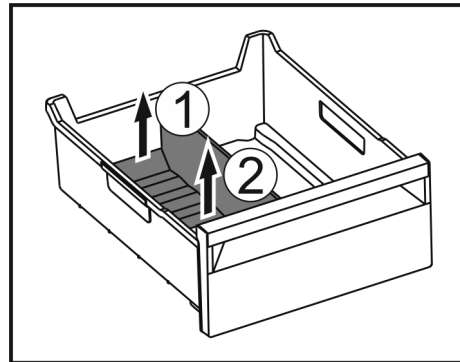

Fig. 99
- Soulever la partie arrière du séparateur de congélateur. Fig. 99 (1)
- Retirer le séparateur de congélateur par le haut. Fig. 99 (2)